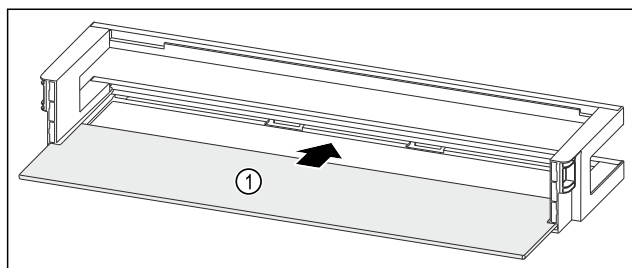

Fig. 85 Türabsteller mit Abstellfläche
- Abstellfläche Fig. 85 (1) in die seitlichen Einsparungen einschieben.